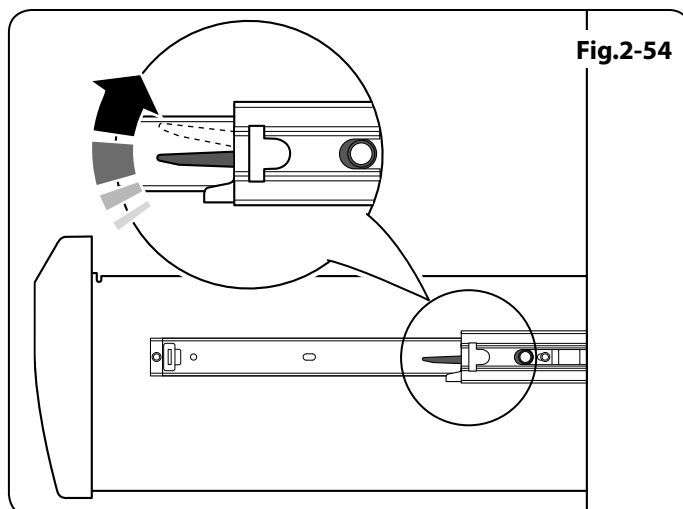

Fig.2-54
**Elan seulement :** Poussez les extrémités des attaches en plastique – vers le bas du côté gauche et vers le haut du côté droit – pour relâcher les taquets qui retiennent le tiroir sur les rails latéraux (**Fig.2-54**). En même temps, tirez le tiroir hors des rails latéraux.